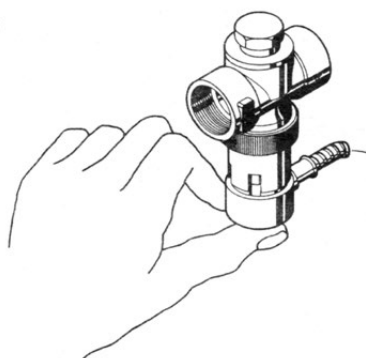

Fig.15 Sécurité d'écoulement thermique
- Presser le capuchon rouge contre la soupape (Fig. 15) > l'eau doit s'écouler dans l'entonnoir.